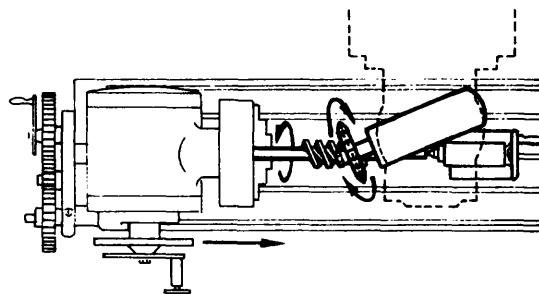

Fig. 3
- b Gire el husillo en el plano horizontal de manera que la fresa quede orientada según el ángulo de la hélice del filete (fig.3).